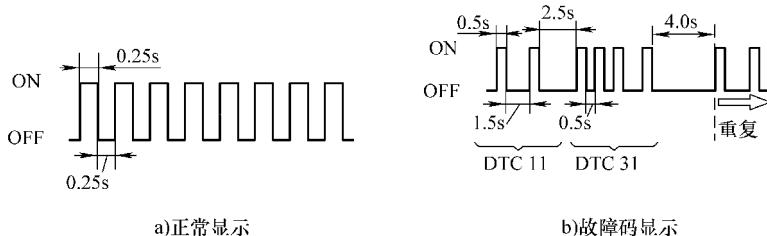

图 9-13 故障指示灯的闪烁
- 3) 根据仪表故障指示灯的闪烁读取故障码，如图 9-13 所示。